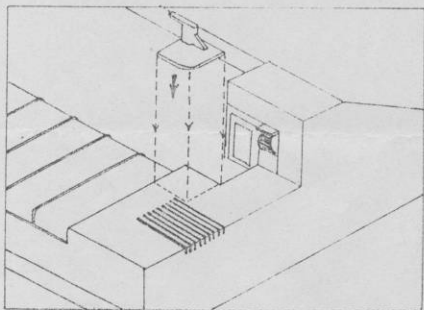

FIG 2
- 3/ Fixation du socle de l'aiguille de commutation (Fig 2) : Enlever le papier protecteur de l'embase autocollante et positionner l'embase de telle sorte que l'aiguille en plastique soit dans l'axe et au niveau de la fente de la tête de lecture.